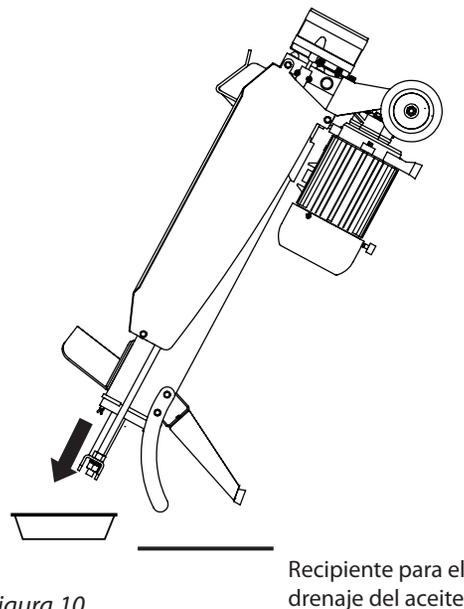

Figura 10
3. Volteé la astilladora sobre el lado la pata de soporte, para drenar el aceite hidráulico con la ayuda de un galón o de un recipiente de gran volumen. **(VER FIGURA 10)**